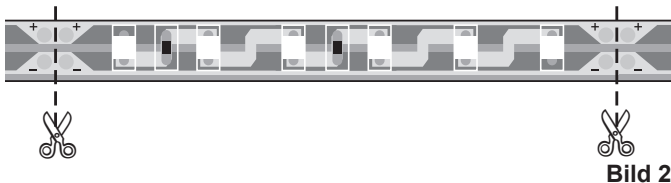
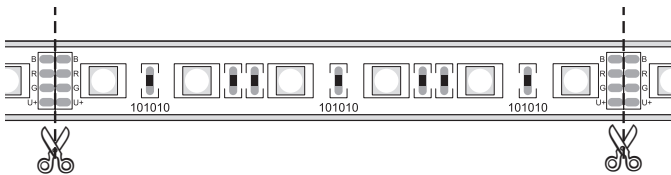

Bild 2
Bild 3
2. LED-Platine, falls erforderlich, kürzen (Bild 2).
1. LED-Platine, falls erforderlich, kürzen (Bild 3).
LED-Platinen können jeweils nach **sechs** LEDs getrennt werden (Bild 2+3).
1. LED-Platine an der markierten Stelle durchschneiden (Bild 2 einfarbig, Bild 3 RGB).